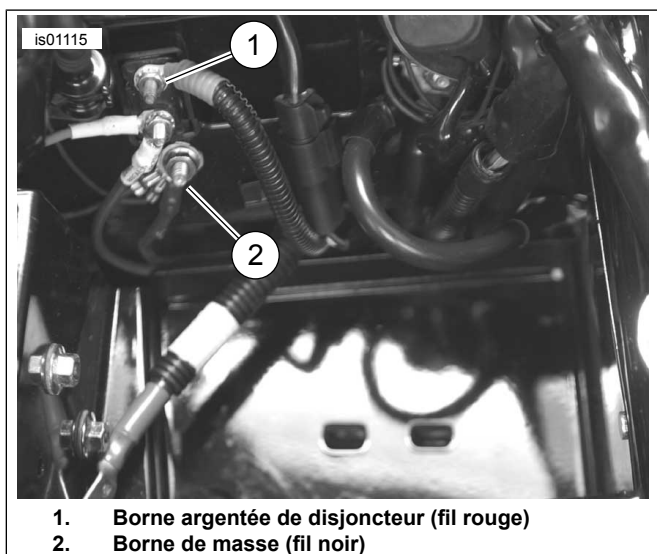

Figure 4. Connexions (avec batterie retirée), modèles Touring de 2003 ou plus anciens (FLHTCU de 2003 illustré)
3. Voir Figure 4. Couper le fil noir sur le faisceau de fils Zumo de façon à ce qu'il atteigne facilement le goujon de masse (2). Le goujon de masse est situé sous le disjoncteur dans la cage de la batterie sous la selle.